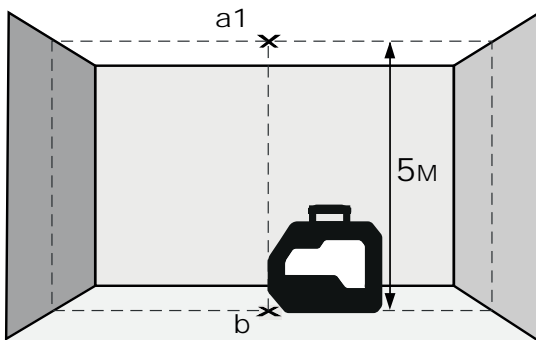

Figura 9
3. Marque el centro del punto de plomada superior en el cielorraso como punto **a1**. (ver la figura 9).
4. Marque el centro del punto de plomada inferior en el cielorraso como punto **b**. (ver la figura 9).